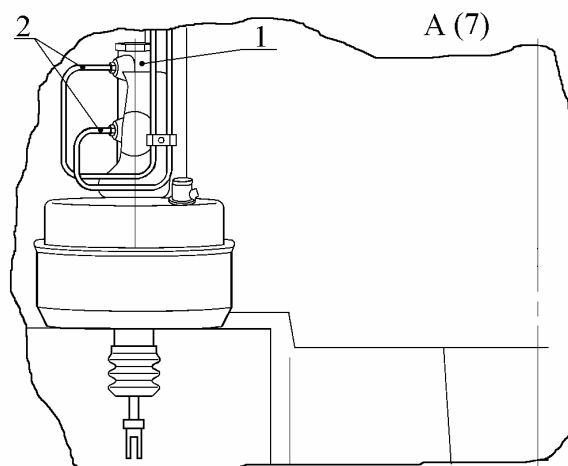

Рис. 16. Отсоединение трубопроводов от главного цилиндра:
4.15.1. Отсоединить два трубопровода 2 (рис. 16) от главного цилиндра тормозов 1, вывинтив две соединительные гайки из резьбовых отверстий в корпусе главного цилиндра